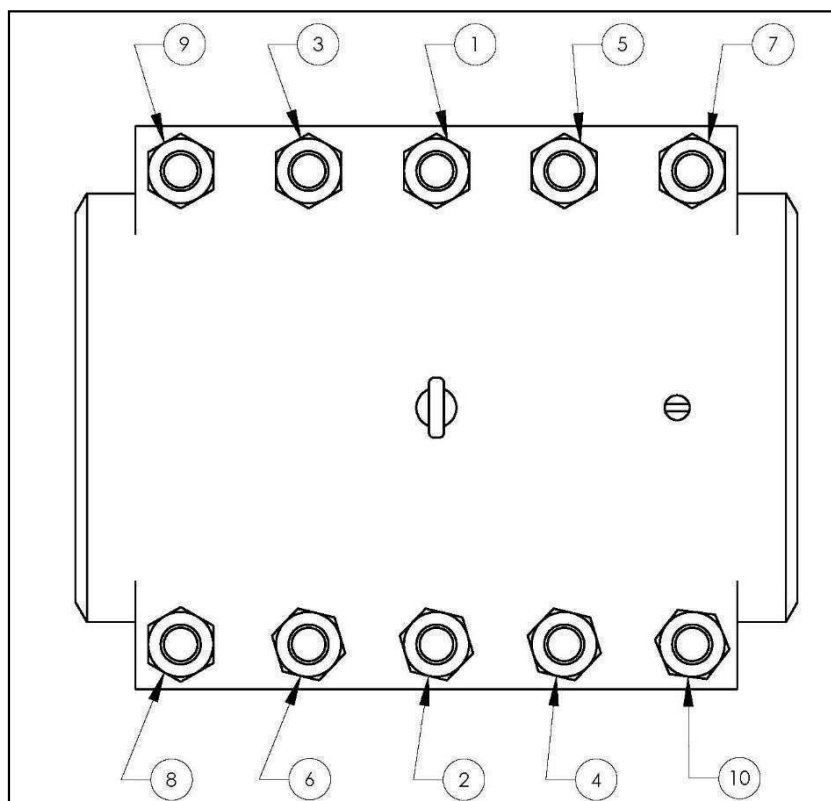

Figura 10
7. Apriete los espárragos uniformemente como se indica en el valor correspondiente por tamaño de perno en la **Tabla de PLIDCO de pares de apriete de espárragos del área de sellado** incluida en la página 19. Los mejores resultados se obtienen manteniendo una separación igual todo alrededor de las barras laterales mientras se aprietan los espárragos. Para asegurarse de que haya un acoplamiento completo de la tuerca debe tenerse un mínimo de 1/4 pulgadas (6.4 mm) del espárrago extendiéndose más allá de la tuerca. La secuencia de apriete de los espárragos debe seguir el patrón que se muestra en la Figura 10 y debe realizarse repetidamente como sigue: